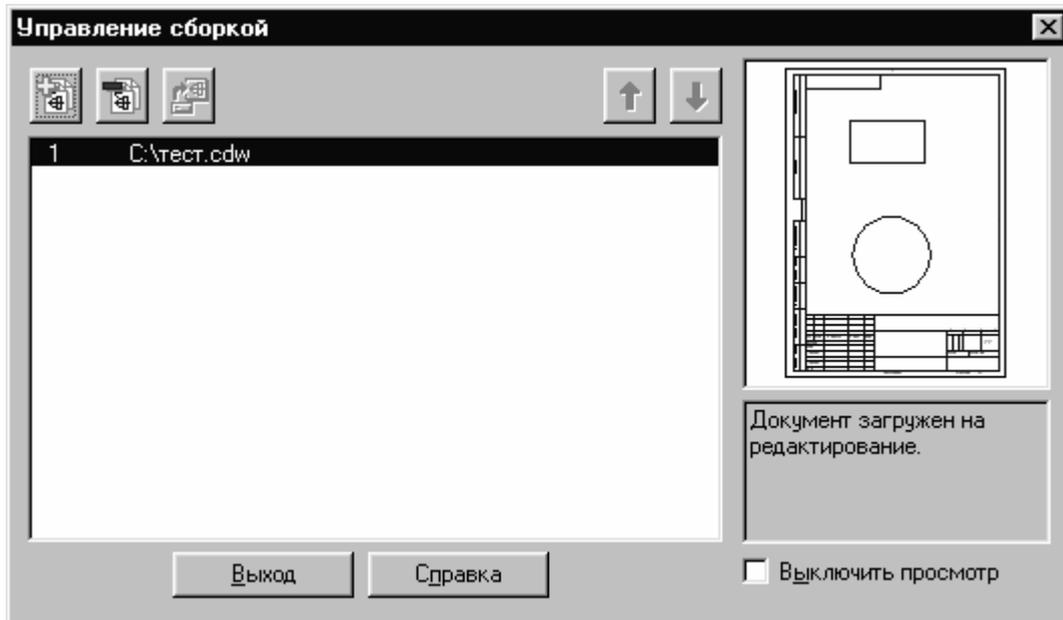

Рис. 52. Управление сборкой
- 3.12. Создайте новую спецификацию. Выберите пункт меню «Сервис» à «Управление сборкой...». В открывшемся окне нажмите кнопку «Подключить документ»  выберите файл только что созданного вами чертежа (рис. 52).